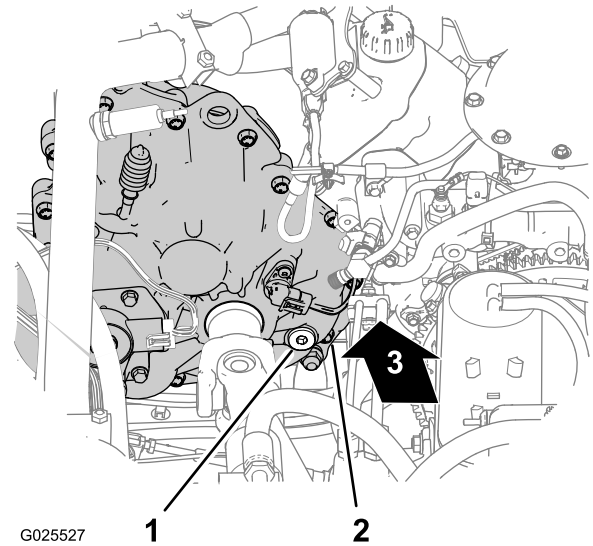
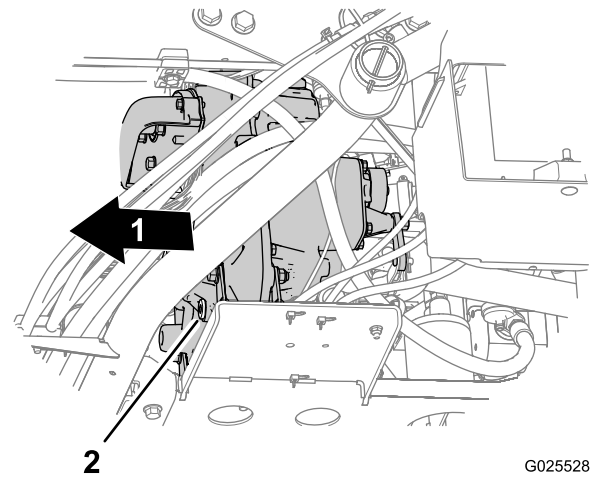

Figura 68
Figura 69
3. Retire el tapón de llenado del orificio de llenado girando el tapón en sentido antihorario y retirándolo de la transmisión (Figura 68).
4. Coloque un recipiente de vaciado debajo del tapón de vaciado (Figura 69).
5. Retire el tapón de vaciado del orificio de vaciado girando el tapón en sentido antihorario y retirándolo de la transmisión (Figura 69).
6. Instale el tapón de vaciado (Figura 69).
7. Añada 700 ml de aceite de transmisión Dexron VI a la transmisión por el orificio de llenado (Figura 68).
2. Localice el tapón de llenado en la parte interior trasera de la carcasa de la transmisión, y localice el tapón de vaciado en el lado exterior delantero de la transmisión (Figura 68 y Figura 69).
8. Instale el tapón de llenado (Figura 68).